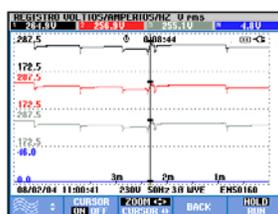

Figura 17-6. Visualización de la tendencia con el cursor y el zoom activados
- Vuelva a pulsar F3 para realizar las operaciones del zoom con las teclas de flecha. Las teclas de flecha hacia la izquierda/hacia la derecha permiten ampliar o reducir las tendencias horizontalmente, como se muestra en la figura 17.6. Para ampliar o reducir verticalmente, utilice las teclas de flecha hacia arriba/hacia abajo. Si el cursor está activado, el zoom horizontal funciona simétricamente alrededor del cursor; si está desactivado, lo hace desde el lado derecho de la pantalla. El zoom vertical se aplica en torno al centro de la pantalla.